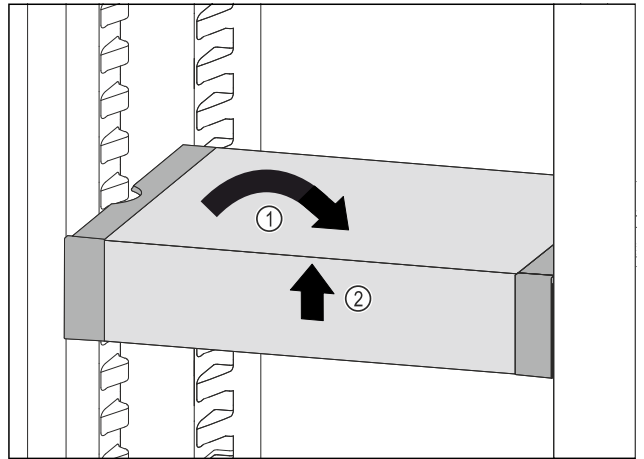

Fig. 111
- ▶ Remettre le VarioSafe droit. *Fig. 111 (1)*
- ▶ Soulever la partie avant du VarioSafe. *Fig. 111 (2)*